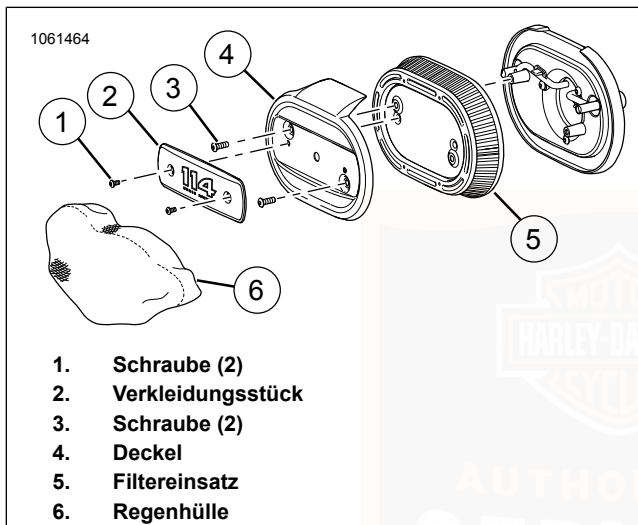

Abbildung 70. Luftfilter: Oval
1. Siehe Abbildung 70 . Luftfilter-Ziereinsatz entfernen.
- a. Die Schrauben (1) des Ziereinsatzes entfernen.
- b. Zierring (2) entfernen.
- a. Die Schrauben (3) entfernen.
- b. Den Deckel (4) entfernen.
- c. Den Luftfiltereinsatz (5) entfernen.
Bei Ausstattung mit ovalem Luftfilter: Siehe Abbildung 70. Unter feuchten Bedingungen oder bei Regenwetter kann Wasser in den Motor eindringen, da der Filtereinsatz freiliegt. Wenn das Motorrad geparkt ist, kann eindringendes Wasser zu Motorkorrosion oder -schäden führen. Während der Fahrt kann Wasser Fehlzündungen des Motors verursachen. Bei
1. Siehe Abbildung 70. Abdeckungsteile und Luftfiltereinsatz einbauen.
- a. Den Luftfiltereinsatz (5) anbringen.
- b. Die Abdeckung (4) anbringen.
- c. Die Schrauben (3) anbringen. Festziehen. 5,7–6,75 N·m (50–60 **in-lbs**)
- a. Ziereinsatz (2) anbringen.
- b. Die Verkleidungsstückschrauben (1) anbringen. Festziehen. 3–3,6 N·m (27–32 **in-lbs**)